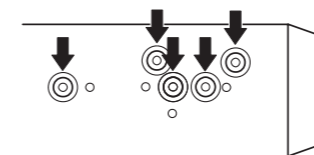
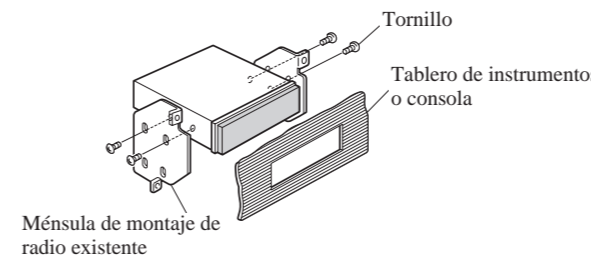

Fig. 8
Fig. 9
**2. Fijación de la unidad a la ménsula de montaje existente. (Fig. 8) (Fig. 9)**